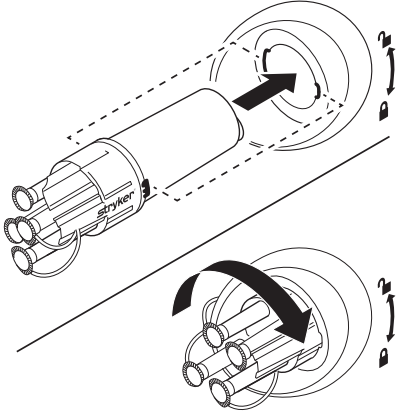

图 3 安装并锁定多通道接头
1. 将带突销的多通道接头与带槽口的插座对齐，并将多通道接头推入所需的移动式真空抽吸机液体收集筒插座中(图 3)。